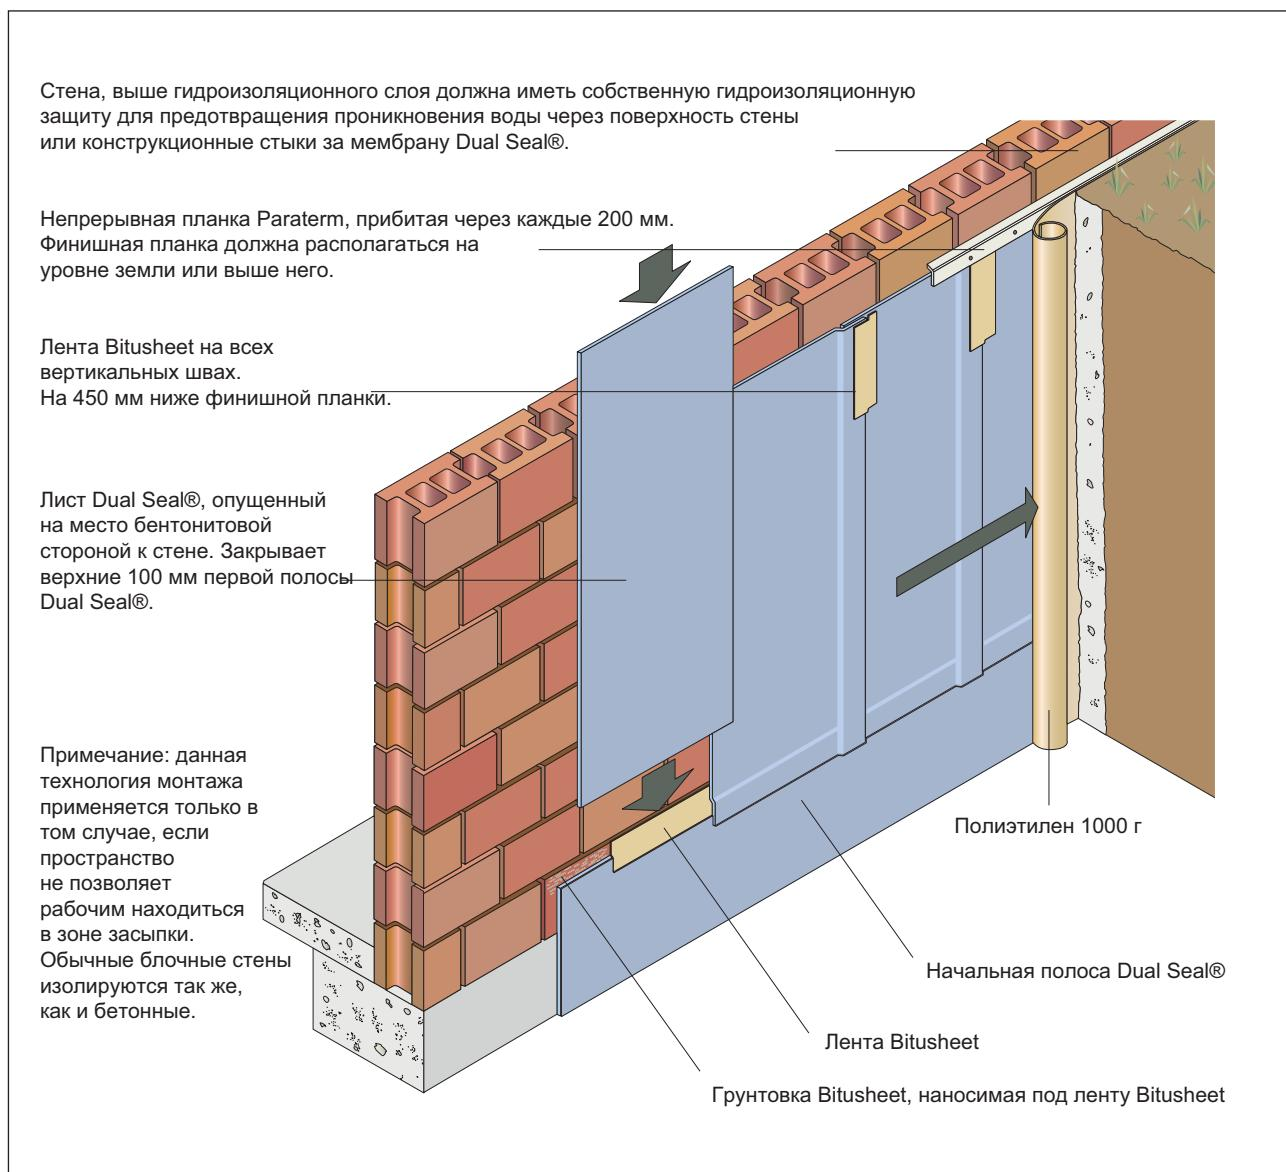

Рисунок 4. Монтаж гидроизоляции Dual Seal®.
14. После этого края листов изоляции Dual Seal® вдоль швов (кроме случаев монтажа с малым зазором, рис. 4) необходимо прибить гвоздями на расстоянии 600 мм. При монтаже с вертикальными швами гвозди должны располагаться на расстоянии от 600 до 1000 мм, а швы необходимо проклеить лентой Bitsheet.
6. Установите оконечную планку Paraterm® и прибейте ее гвоздями с интервалом 200 мм. Финишная планка должна располагаться на одном уровне или выше слоя грунта (см. рис. 4 и 5).
7. Установите оконечную планку Paraterm® и прибейте ее гвоздями с интервалом 200 мм. Финишная планка должна располагаться на одном уровне или выше слоя грунта (см. рис. 4 и 5).
6. Установите окончную планку Paraterm® и прибейте ее гвоздями с интервалом 200 мм (см. рис. 4). Финишная планка должна располагаться на одном уровне с грунтом или выше него.